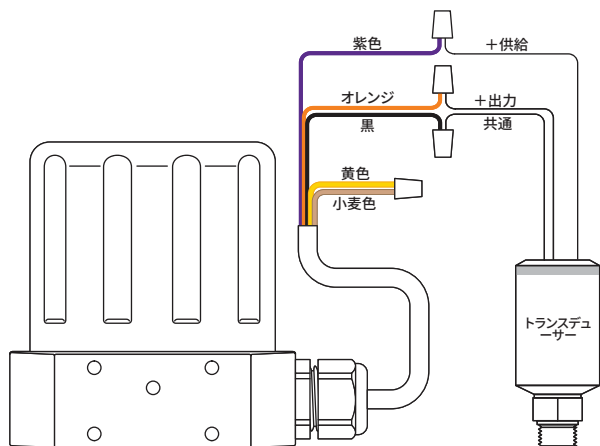
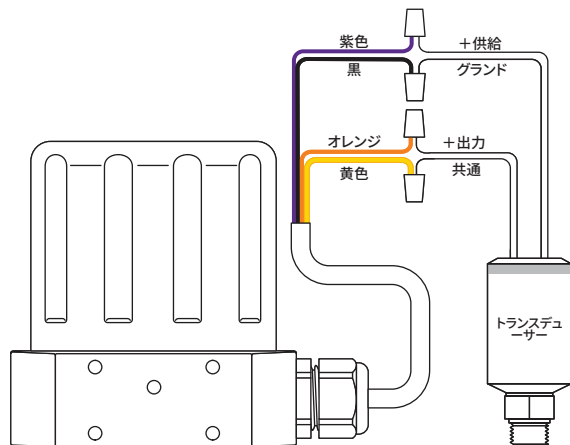

Figure 32: 3本ワイヤの変換器のための配線
Figure 33: 4本ワイヤのトランスデューサーのための配線
3本ワイヤの変換器のための正しい配線が、Figure 32に示されています。
4本ワイヤのトランスデューサーのための正しい配線が、Figure 33に示されています。
**注記** Figure 35に示される配線は、2本ワイヤのトランスデューサーのためです。3本ワイヤのトランスデューサーおよび4本ワイヤのトランスデューサーのための正しい配線については、それぞれ Figure 32 および Figure 33を参照してください。